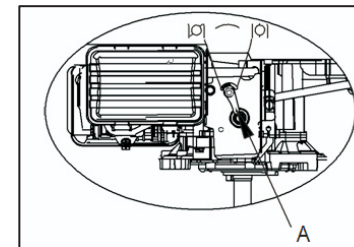

Fig. 2B
b) Mueva el control del acelerador a la posición del estrangulador  (Fig. 2B).